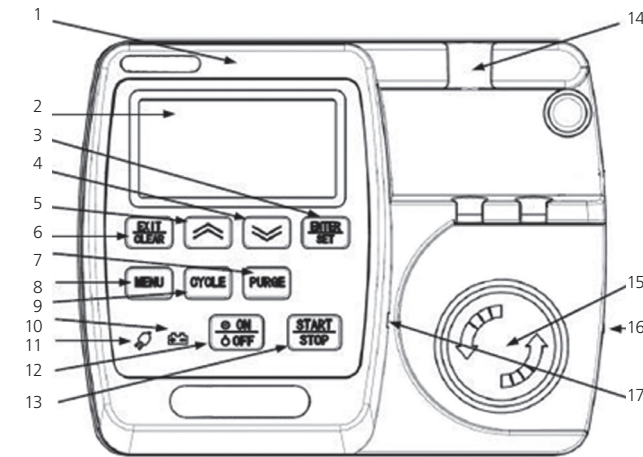

Abb. 18: Frontansicht der SERVOSAN® Appliflow
- Die Pumpe hat eine Selbstdiagnose-Funktion. Diese Selbstdiagnose-Funktion überprüft die wichtigen Funktionen bei jedem Start. Sollte die Pumpe nach dem Starten „Initialer Fehler“ anzeigen, kann der Tropfensensor beschädigt oder verschmutzt sein. In diesem Fall versuchen sie zunächst den Tropfensensor (s. Abb. 18) mit einem feuchten Tuch zu reinigen und die Pumpe erneut zu starten. Sollte anschließend weiterhin diese Fehlermeldung vorliegen verwenden Sie die Pumpe nicht weiter und wenden Sie sich an Ihren Lieferanten oder die Servona GmbH.
Sollte der Tropfensensor beschädigt oder verschmutzt sein, zeigt das Display einen Fehler bei der Initialisierung (Abb. 9). In diesem Fall versuchen sie zunächst den Tropfensensor (s. Abb. 18) mit einem feuchten Tuch zu reinigen und die Pumpe erneut zu starten. Sollte anschließend weiterhin diese Fehlermeldung vorliegen wenden Sie sich an Ihren Lieferanten oder die Servona GmbH.